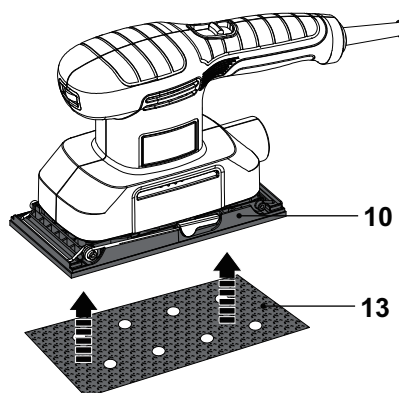

Fig. 1
- > Alignez les trous de la feuille abrasive (13) avec ceux de la semelle (10) avant de fixer la feuille abrasive (13) à la semelle pour assurer une aspiration des poussières efficace et un résultat satisfaisant.
- > Pressez légèrement la feuille abrasive (13) pour la fixer à la semelle (10) (Fig. 1).